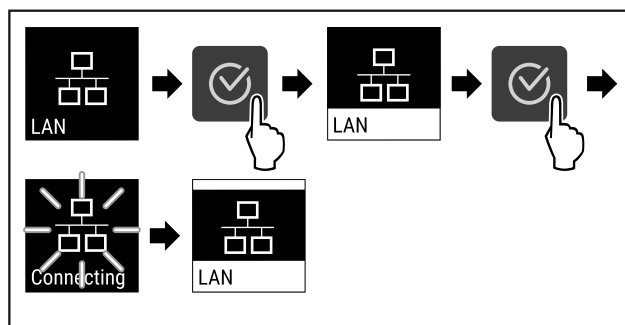

Fig. 90
- ▶ Vykonaajte kroky akcie (pozri Fig. 90) .